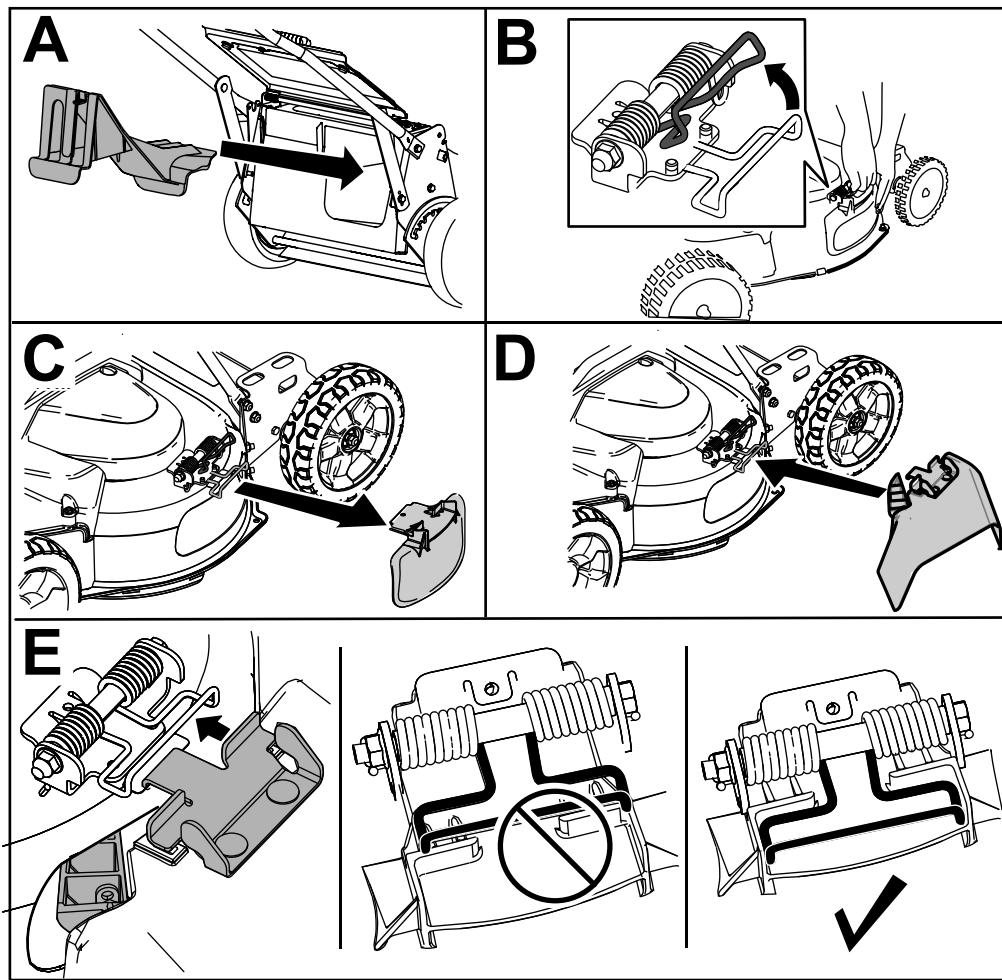

Figure 19
3. Insérez l'obturateur d'éjection arrière (A de Figure 19).
4. Déposez le déflecteur d'éjection latérale en tirant sur le ressort qui le maintient en place (C et C de Figure 19).
5. Pour monter la goulotte d'éjection latérale, tirez sur le ressort, placez la goulotte sur l'ouverture et abaissez le ressort sur les pattes en haut de la goulotte (D et E de Figure 19).